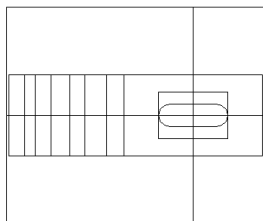

图 15-33
(17) 单击  按钮或者执行 `View→3D Views→right` 命令, 切换到右视图。
(18) 作矩形。单击  按钮或者在命令行直接输入 `rectangle`, 将矩形两个对角设为 -15, 10, 0 和 15, -10, 结果如图 15-33 所示。